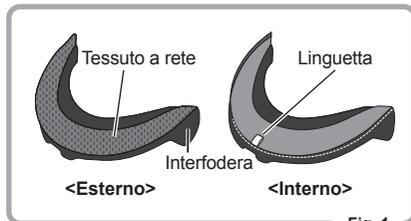

Fig. 1
1. Consultare la (Fig. 1) per distinguere l'esterno dall'interno.